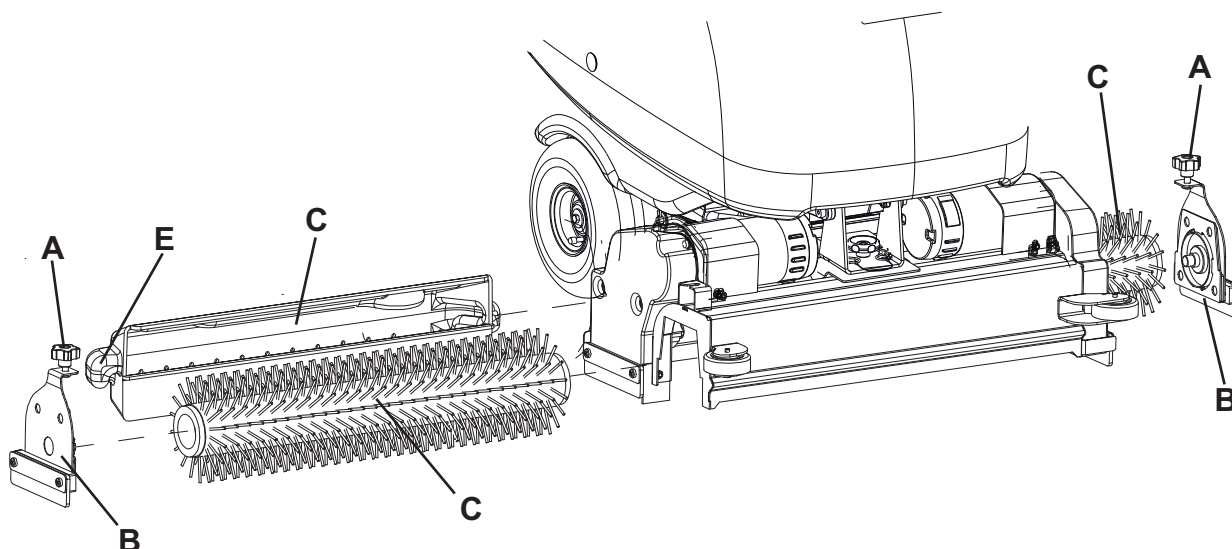

Figure 3
1. Positionner la clé de contact (80) sur "I".
2. Soulever la tête porte-brosses cylindriques en appuyant sur l'interrupteur (71).
3. Positionner la clé de contact (80) sur "0".
4. Tourner les volants (A, Fig. 3) et enlever les portillons (B) en les poussant vers le bas tout en exerçant une pression sur les volants.
5. Installer les brosses cylindriques (C).